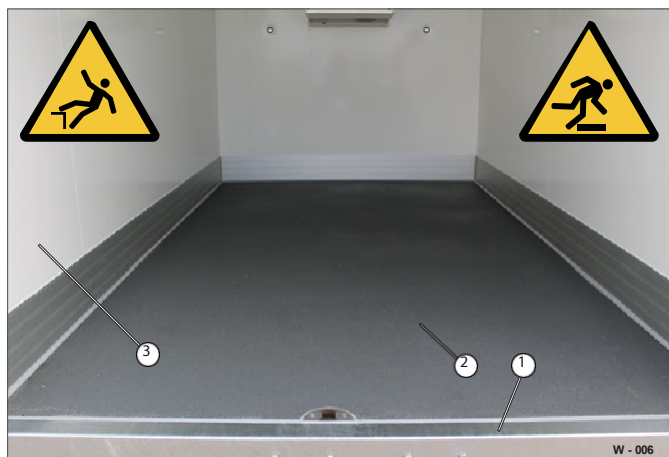

Fig. 21 Tillträde till interiören
Golvet (bild 21/2), innerväggarna (bild 21/3) och i förekommande fall taket måste rengöras noggrant och regelbundet för att förhindra kontaminering/smuts - minimera risken för kontaminering.
- Torka av golv (Fig. 21/2) och innerväggar (Fig. 21/3) samt vid behov taket med en fuktig trasa.
- Kontrollera portalramen (Fig. 21/1) med avseende på flygrost - behandla vid behov med rostskyddsmedel eller rengöringsmedel för rostfritt stål.